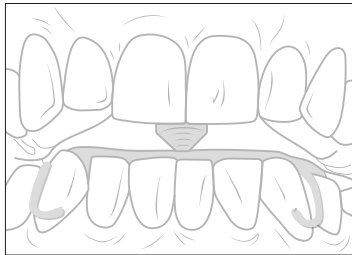

Рис. 3
13. С помощью движений открывания и закрывания рта проверяют, чтобы регистрационный штифт попадал в отверстие плексигласовой пластинки (Рис. 3).